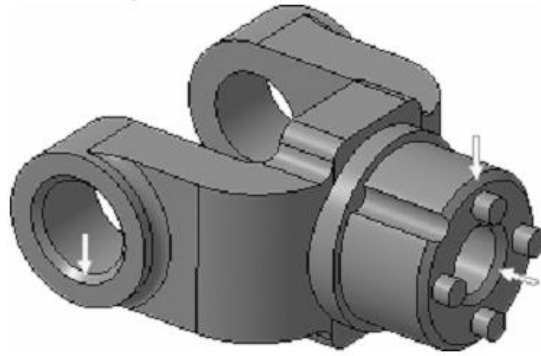

Рисунок 57.
5. Нажмите кнопку Создать объект (рис. 57).